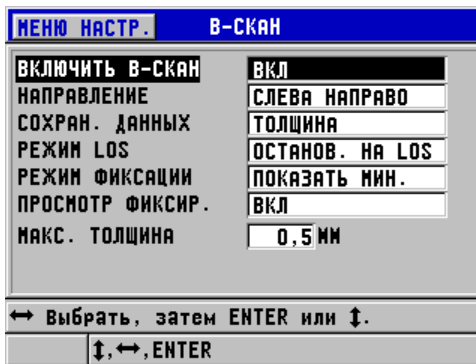

Рис. 9-4 Изменение параметров В-скана
В-скан можно настроить в окне **В-СКАН** (см. Рис. 9-4 на стр. 162), доступное при нажатии [SETUP] и выбора меню **В-СКАН**.
1. В окне В-СКАН (см. Рис. 9-4 на стр. 162) установите СОХР. ДАННЫХ на ТОЛЩИНА + В-СКАН.